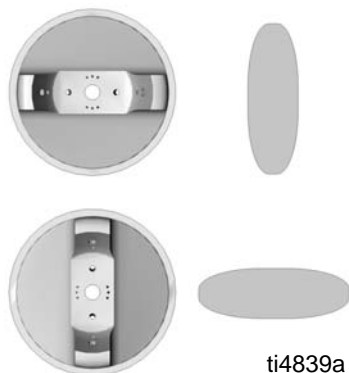

FIG. 2
1. Ruotare il cappello di polverizzazione per ottenere il ventaglio di spruzzo desiderato. Vedere FIG. 2.